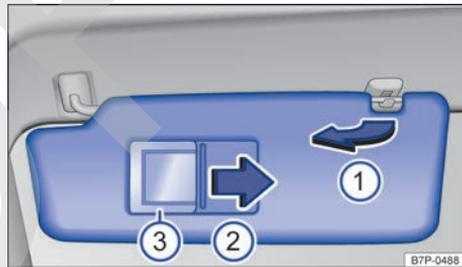

Fig. 105 En el revestimiento interior del techo: parasol para el conductor:
- Se pueden extraer del soporte y girar hacia las puertas en el sentido de la flecha → fig. 105 ①.
En la parte posterior del parasol se encuentra un espejo de cortesía provisto de una tapa → fig. 105 ②. Al desplazar la tapa en el sentido de la flecha ③, se ilumina el entorno del espejo.